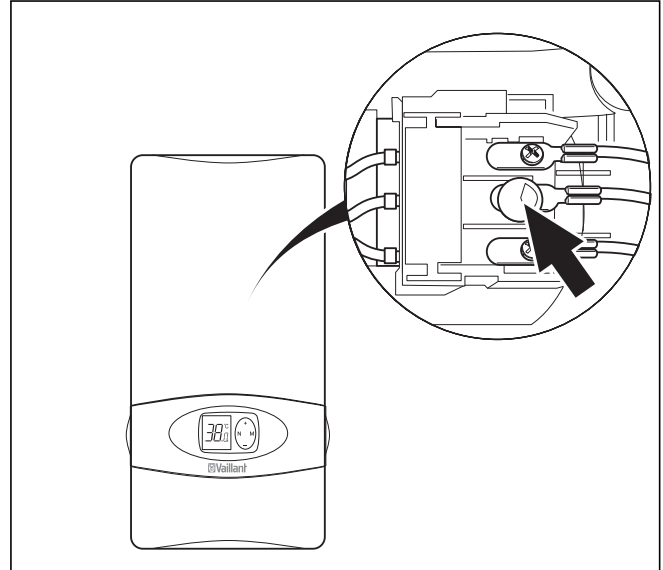

Abb. 6.1 Sicherheitsschalter
- Drücken Sie den Sicherheitsschalter bei geöffneter Armatur ein (siehe Pfeil in Abb. 6.1).